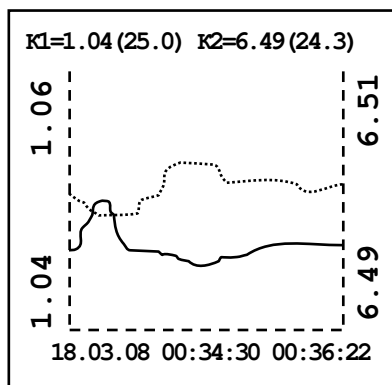

Рисунок 7.5 - Режим измерения «График»
- «**График**» – задаётся отображение измеренных значений по двум каналам в виде графика (смотри рисунок 7.5);
- «**Линия**» – задаётся тип линии тренда в режиме измерения «**График**» (смотри рисунок 7.5);